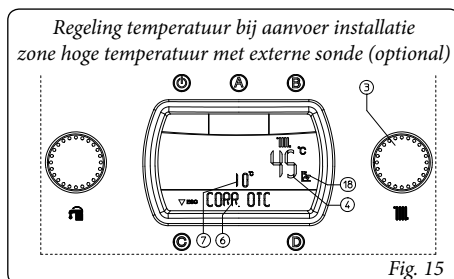

Fig. 15
WERKING MET OPTIONAL EXTERNE SONDE (FIG. 15).
- **Correctie zone hoge temperatuur.** De correctie kan met de keuzeschakelaar (3) aangestuurd worden en blijft actief bij eender welke gemeten buitentemperatuur, de wijziging van de offsettemperatuur wordt weergegeven via de indicator (7), op de indicator (4) wordt de huidige temperatuur bij aanvoer weergegeven, en enkele seconden na de wijziging wordt die met de nieuwe correctie bijgewerkt, op het display verschijnt de aanduiding "CORR OTC" (Fig. 15). Door de keuzeschakelaar (3) in wijzerzin te draaien, verhoogt de temperatuur, in tegenwijzerzin vermindert de temperatuur.